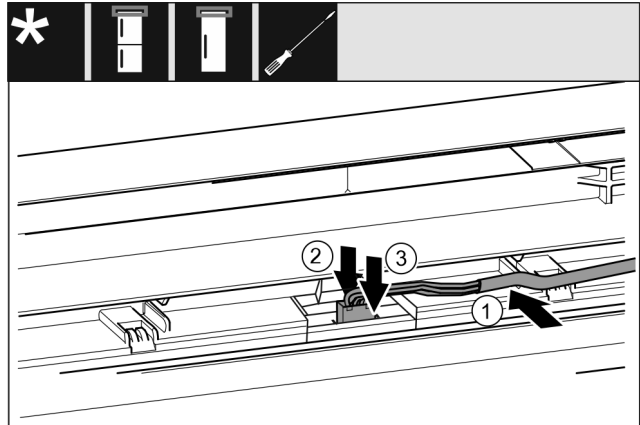

Fig. 58 Комбинация из холодильных и морозильных агрегатов / морозильные агрегаты / холодильные агрегаты
- ▶ Вставьте кабель Fig. 58 (1) в направляющую в верхней двери.
- ▶ Прижмите защелку Fig. 58 (2) назад.
- ▶ Зафиксируйте штекер Fig. 58 (3).